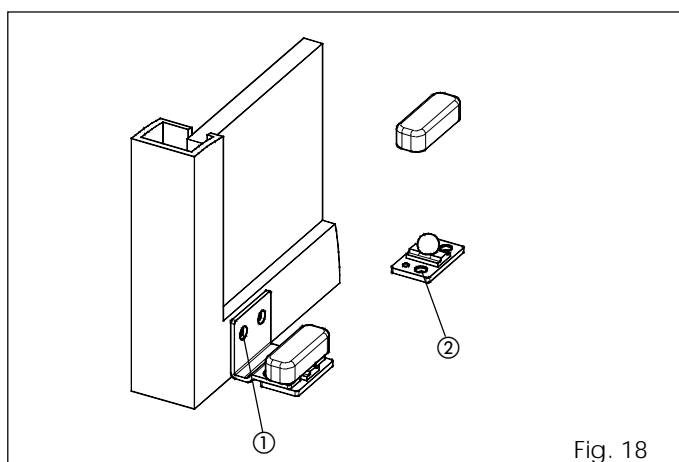

Fig. 18
• Fixer les patins d'après la fig. 18 réf. ①.
• Fixer directement le patin au sol, d'après la fig. 18 réf. ② en utilisant des tasseaux et des vis adéquats.